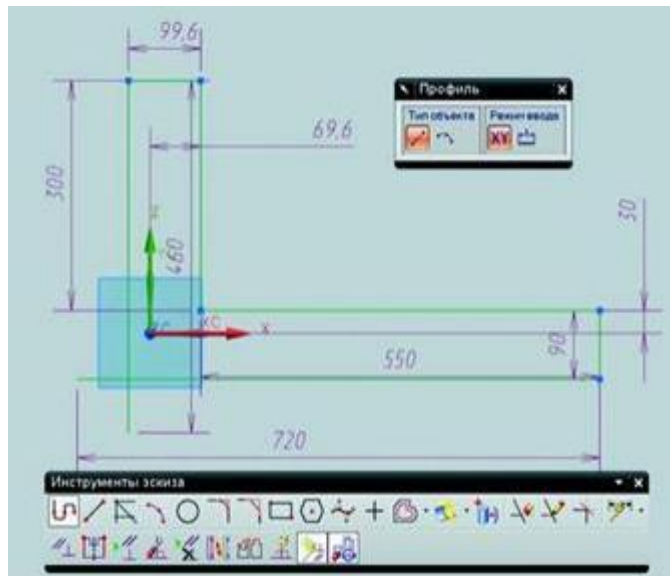

Рисунок 1. Создание эскиза
- С помощью команды Профиль постройте контур примерно так, как это показано на рис. 1. Замыкая контур, сделайте перехлест прямых, чтобы они пересекались с некоторым запасом. Это необходимо для демонстрации функции выбора и обрезки.